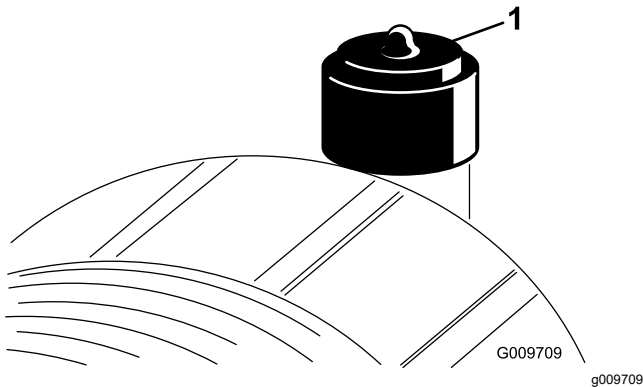

Bild 48
Warten Sie den Luftfilter nur, wenn die Wartungsanzeige dies angibt (**Bild 48**). Das frühzeitige Auswechseln des Luftfilters erhöht nur die Gefahr, dass Schmutz in den Motor gelangt, wenn Sie den Filter entfernen.
6. Stellen Sie die Anzeige (Bild 48) zurück, wenn sie auf Rot steht.